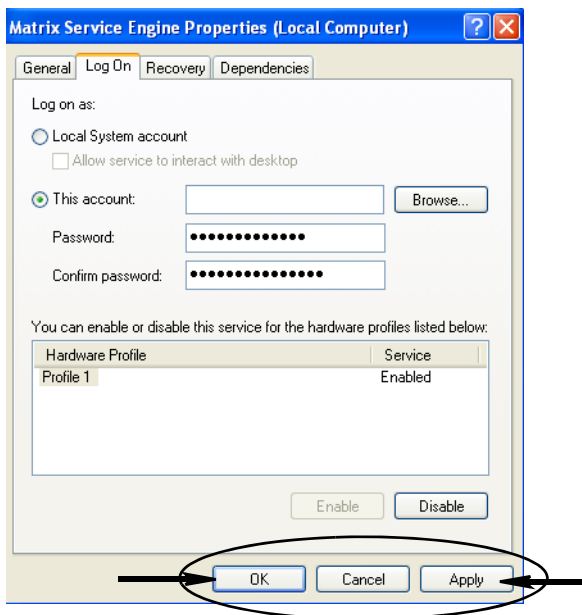

Рис. 41
- Если компьютеру не удастся найти имя пользователя, появится сообщение об ошибке (Рис. 41 на стр. 42). Перейдите к шагу 10.
9. Нажмите «Применить», чтобы изменения вступили в силу, затем нажмите «ОК» (Рис. 41).